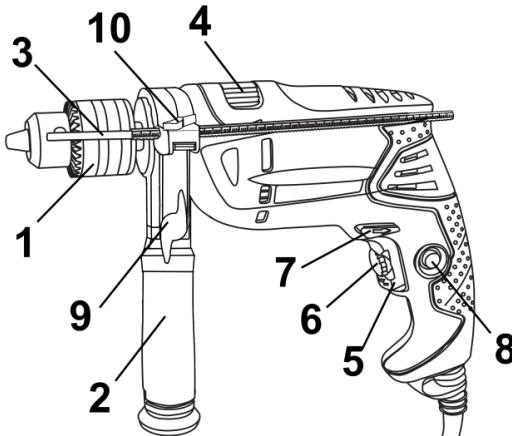

Рисунок 1
Виріб має два режими свердління: ударно-обертальний і обертальний. Перемикання режимів роботи виробу здійснюється переведенням перемикача (4) (див. рис.1) У крайні позиції до відповідного символу режиму роботи:
- ударно-обертальний режим - перемикач (4) повинен бути переведеним до упору у бік символу ;
- обертальний режим - перемикач (4) повинен бути переведеним до упору у бік символу .
4.2 Виберіть необхідний режим роботи виробу за допомогою перемикача (4) (див. рисунок 1). Перемикання режимів роботи виробу здійснюється переведенням перемикача (4) (див. рис. 1) з одного крайнього положення в інше в бік відповідного символу режиму роботи:
- ударно-обертальний режим - перемикач (4) повинен бути переведеним до упору у бік символу
- обертальний режим - перемикач (4) повинен бути переведеним до упору у бік символу